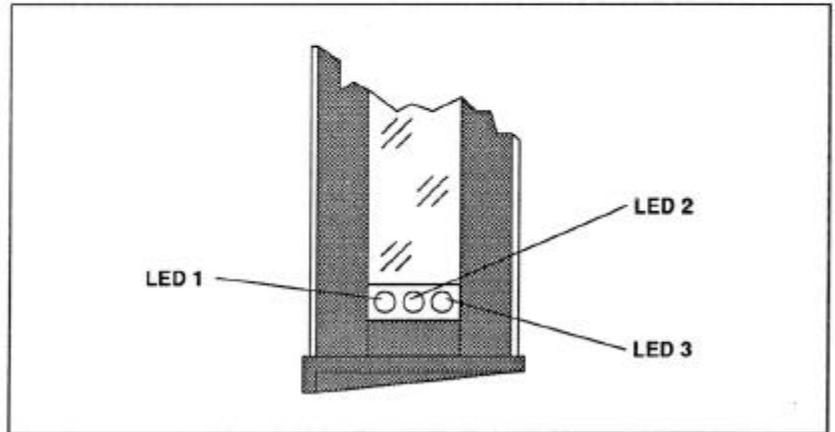

Abbildung 9-1 Die Anzeigeelemente im Optikteil.
- 9.1 **Anzeigeelemente im Optikteil** Im Anzeigefeld des Optikteils sind drei Anzeigeelemente (LEDs) zu sehen (Abbildung 9-1).